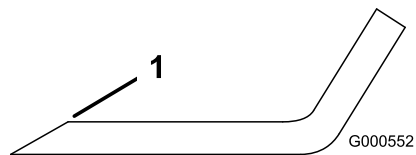
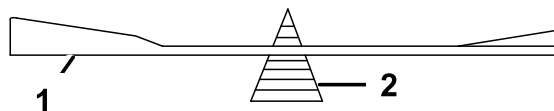

Figure 46
Figure 47
1. Au moyen d'une lime, aiguissez les tranchants aux deux extrémités de la lame (Figure 46). Veillez à conserver l'angle de coupe d'origine. Limez la même quantité de métal sur chacun des deux tranchants pour ne pas déséquilibrer la lame.
2. Vérifiez l'équilibre de la lame en la plaçant sur un équilibreur (Figure 47). Si la lame reste horizontale, elle est équilibrée et peut être utilisée. Si la lame est déséquilibrée, limez un peu l'extrémité de la partie relevée seulement (Figure 46). Répétez la procédure jusqu'à ce que la lame soit équilibrée.